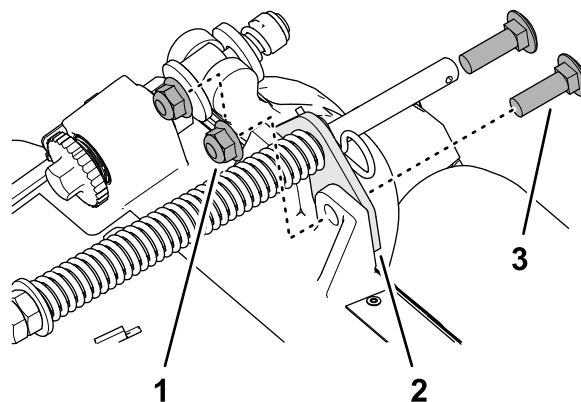

Figura 7
2. Îndepărtați cele 2 contrapiuli cu guler ($\frac{3}{8}$ ") i cele 2 uruburi de fixare ($\frac{3}{8}$ " x $1 \frac{1}{4}$ ") care fixează suportul de compensare pentru gazon pe cadrul unității de tăiere (Figura 7).